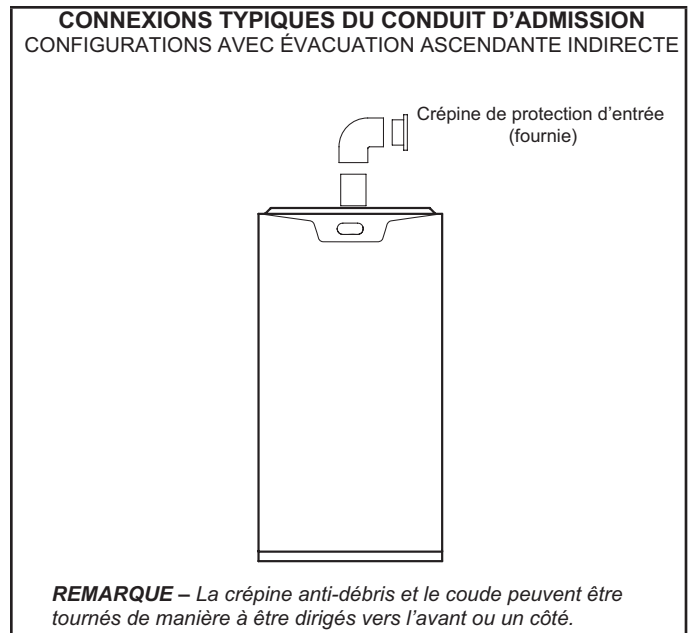
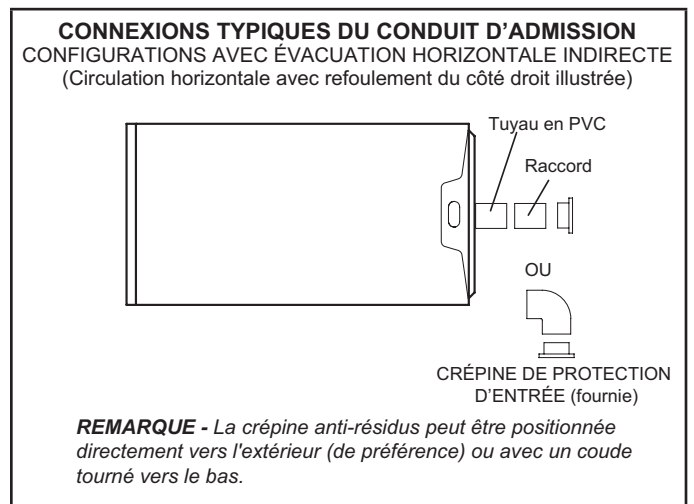

Figure 27
Figure 28
- 1 - Acheminer le conduit d'admission au moyen de pièces non fournies et de la crépine d'admission d'air fournie, comme illustré à la Figure 27 et Figure 28. Prévoir un dégagement minimal de 3 po (76 mm) autour de l'ouverture d'admission. L'ouverture d'admission d'air (avec l'écran de protection) doit toujours être orientée vers l'avant ou de l'un des côtés en position ascendante, et à l'horizontale ou vers le bas en position horizontale. **Le tuyau d'admission d'air ne doit pas se terminer trop près du plancher ou d'une plate-forme. S'assurer que l'entrée d'air d'admission ne sera pas obstruée par une isolation desserrée ou d'autres éléments qui pourraient obstruer la crépine anti-résidus.**